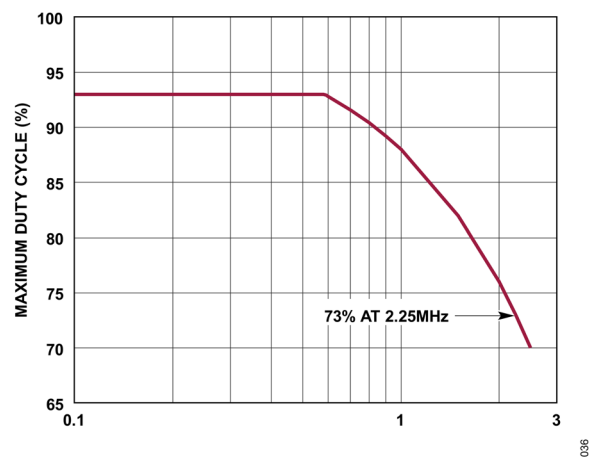

図 36. 最大デューティ・サイクルと動作周波数の関係
動作周波数に関する更なる制約条件は、コンバータの最大デューティ・サイクルに起因します。最大デューティ・サイクルは、 $DC_{MAX} = V_{OUT}/(V_{OUT} + |V_{IN(MIN)}|) \cdot 100\%$ で概算でき (V_{OUT} はグラウンド基準の電圧)、図 36 に示すように制限されます。低周波数では、必要なデューティ・サイクルが 93%を超えると出力がレギュレーションを失います。高周波では、固定周波数動作を維持するために使用できる最大デューティ・サイクルが更に低くなります。この領域では、出力電圧のレギュレーションを維持するために高いデューティ・サイクルが必要な場合、コントローラは上側 MOSFET (TG) のターンオンをスキップし、複数のクロック・サイクルにわたって下側 MOSFET (BG) をオンのままにして、実質的に低い周波数で高いデューティ・サイクルを実現します。最大デューティ・サイクルが図 36 に示す曲線より低い値に制限されるような周波数を選択します。